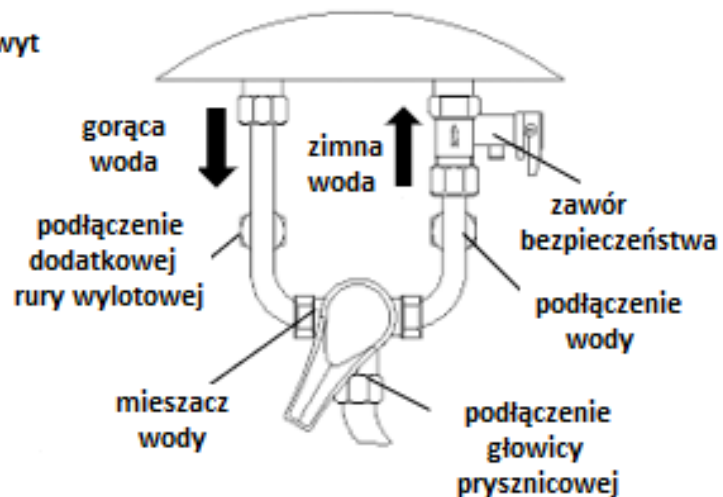

rys.2
2. Włóż kołek rozporowy do otworu i dokręć go hakiem skierowanym do góry (rys.2). Po upewnieniu się, że śruby rozporowe są właściwie zamontowane i stabilne, można zawiesić podgrzewacz wody.